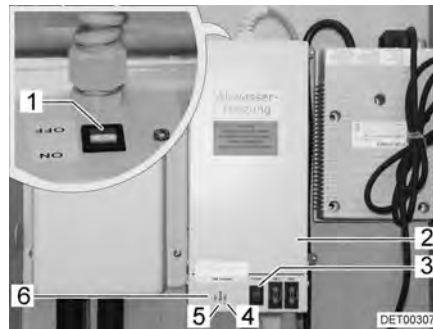

Fig. 122 Trasformatore con apparecchio di regolazione
Il trasformatore 230 V AC/12 V DC (Fig. 122,2) è montato, a seconda del modello, nell'armadio guardaroba o nella cassapanca della dinette.
- La spia di controllo (Fig. 122,5) diventa verde: Regolazione in funzione
- Le spie di controllo (Fig. 122,4 e 6) diventano rosse: Le tubazioni delle acque grigie vengono riscaldate
Nell'involucro è incorporato un pulsante di prova (Fig. 122,3) che consente di mettere in funzione brevemente l'apparecchio di regolazione. La pressione sul pulsante di prova consente di testare il funzionamento del riscaldamento anche quando la temperatura ambiente è superiore a 5 °C.
- Posizionare su "ON" l'interruttore (Fig. 122,1) sul trasformatore (Fig. 122,2).
- Posizionare su "OFF" l'interruttore (Fig. 122,1) sul trasformatore (Fig. 122,2).